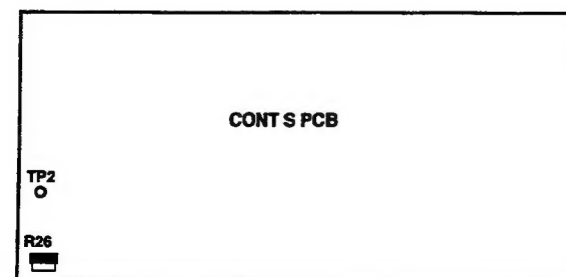

Fig. 2-10
1. Connect the DC voltmeter between TP2 (Fig. 2-10) on the CONT S PCB and GND.
2. When blank tape MTT-5512 is played back in the REV /PLAY mode, adjust R26 (Fig. 2-10) on the CONT S PCB so that the voltage at TP2 reads 2.5 V.
1. CONT S PCBのTP2 (図2-10) とGND間にDC電圧計を接続する。
2. REV/PLAYモードで、ブランク・テープ MTT-905 を再生したとき、TP2の電圧が 2.5Vになるように CONT S PCBの R26 (図2-10) を調整する。